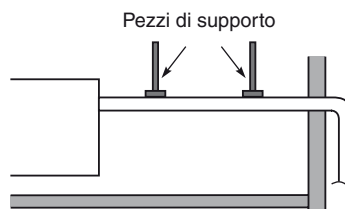

Fig.3-13
- Non applicare forza eccessiva al tubo sul lato dell'unità quando si collega il tubo di scarico. Il tubo non deve venire lasciato pendere senza supporto dopo essere stato collegato a quest'unità. Fissare il tubo ad un muro, ad un sostegno o altro supporto il più vicino possibile a quest'unità. (Fig. 3-13)